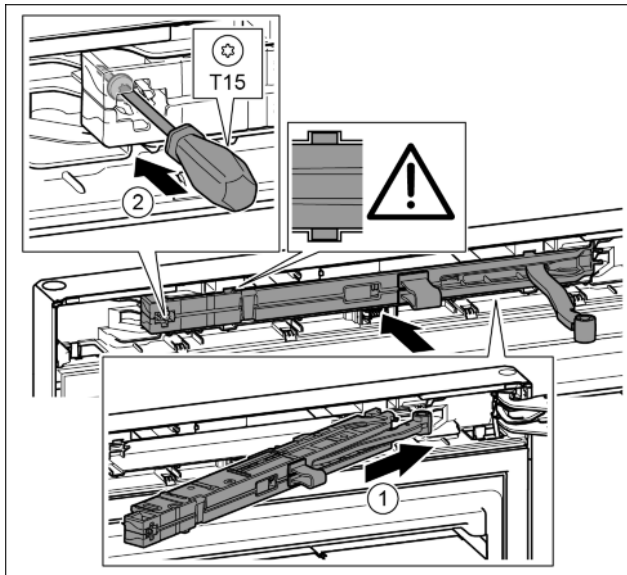

Fig. 48
- ▶ Inclinare nell'incavo spingere l'unità dell'ammortizzatore di chiusura sul lato del blocco di supporto fino alla battuta. Fig. 48 (1)
- ▶ Stringere la vite con un cacciavite T15. Fig. 48 (2)